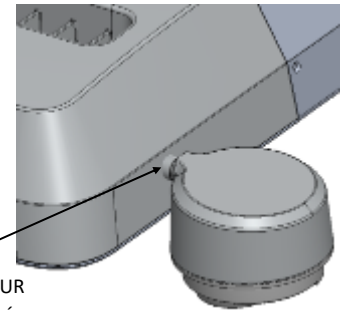

Fig. 3
4. Fixez à l'aide de l'écrou auto-freiné NPS de 3/8 et serrez pour verrouiller le boîtier Limelight comme illustré à la Fig. 3.